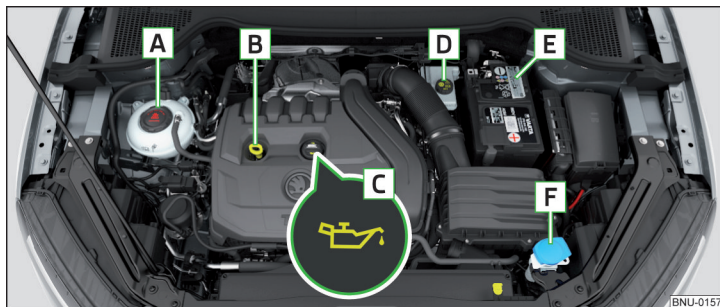

Abb. 305 Anordnungsbeispiel im Motorraum
- Den Deckel der Motoröleinfüllöffnung **C** abschrauben » Abb. 305 auf Seite 281.